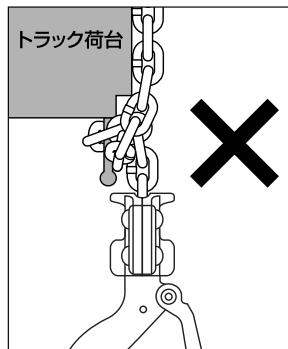

図11
- (34) ロードチェーンに油が付いているか確認してください。
- (35) トラックのロープフック部等に直接ロードチェーンを掛けないでください。図11
- (36) トラックのロープフック部等にフックを掛け荷締めしたとき、フックの首部に負担（首折れになります）がかかる掛け方はしないでください。